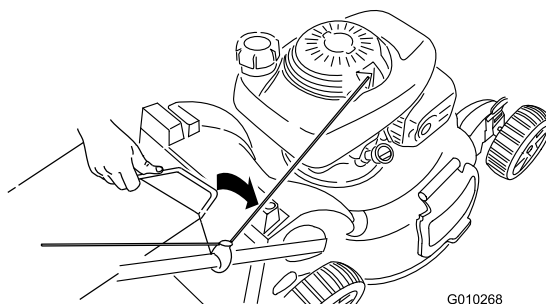

Рисунок 27
3. Вставьте ручку мешка для травы в канавки на верхней части газонокосилки (Рисунок 27).